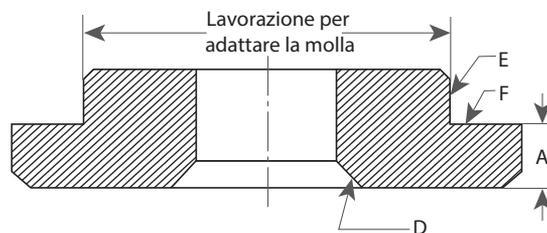

Figura 46: Rondella elastica inferiore per valvole F, G e H
1. Fissare il tubo di eiezione (40) nella base (1) espandendolo o flettendolo nel foro fornito. L'estremità superiore del tubo di eiezione deve sporgere sulla superficie di guida della base di circa 0.125" (3.18 mm) e l'estremità inferiore deve puntare direttamente ed esattamente verso l'uscita della valvola. Quando la valvola è montata, il foro sul bordo esterno della flangia di guida deve adattarsi liberamente alla sporgenza del tubo di eiezione.
2. Solo per le valvole con orifizio F, G e H, lavorare a macchina la nuova rondella elastica inferiore (17) (vedere Figura 46 e Tabella 23).
Nota: Quando indicata sulle superfici D ed E (vedere Figura 46), l'eccentricità sulla superficie F non deve superare 0.005" (0.127 mm) di lettura completa dell'indicatore.
Nota: Quando indicata sulle superfici D ed E (vedere Figura 46), l'eccentricità sulla superficie F non deve superare 0.005" (0.13 mm) di lettura completa dell'indicatore.